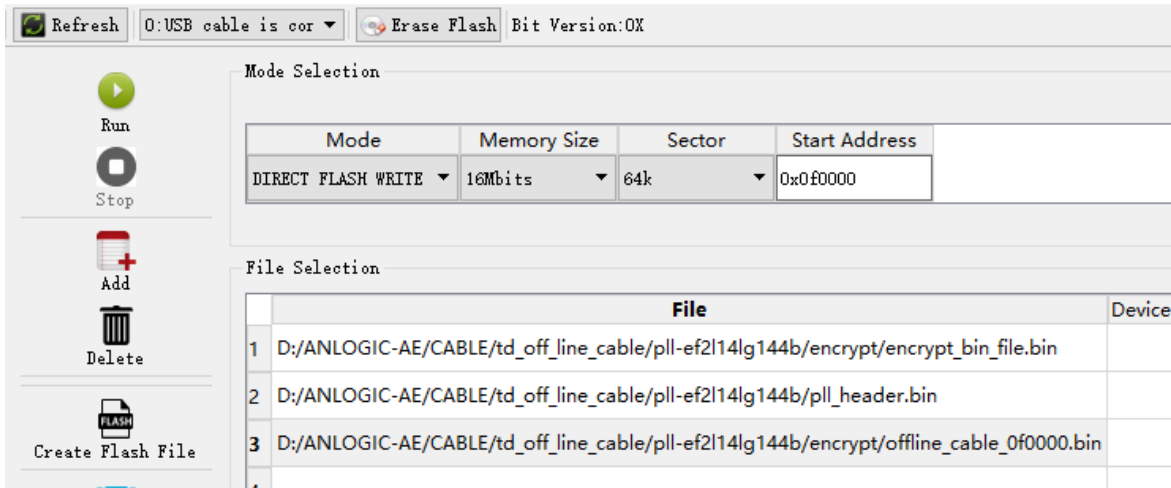

图 3-10 烧录 AES KEY 文件，地址 0x0F0000
- 更新“6”位置处的 AES KEY 的 bin 文件，选择“DIRECT FLASH WRITE”模式，烧录起始地址设置为 0x0F0000，点击“run”更新工程目标文件，界面配置如图 3-10 所示；